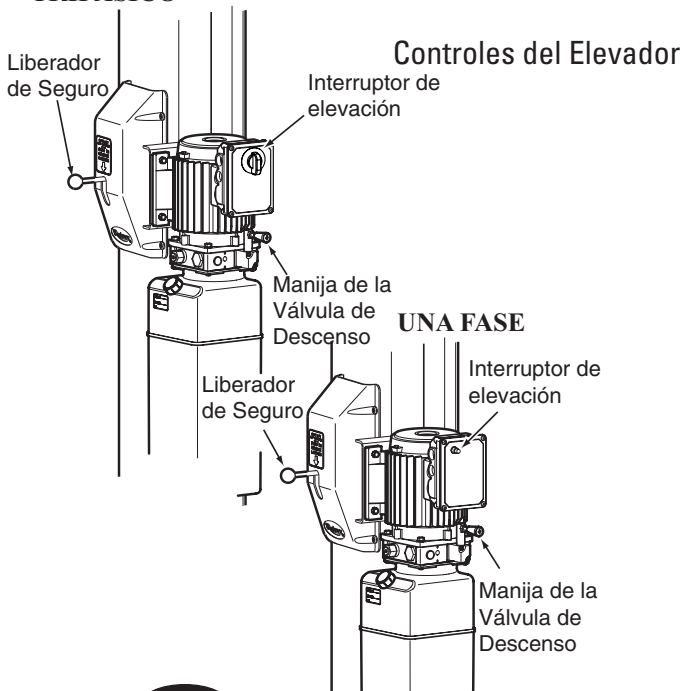

Fig. 3
- A. Presione el interruptor LEVANTAR en la unidad de energía, Fig. 3.
D. Jale la manija de la válvula de DESCENSO para bajarlo, Fig. 3.